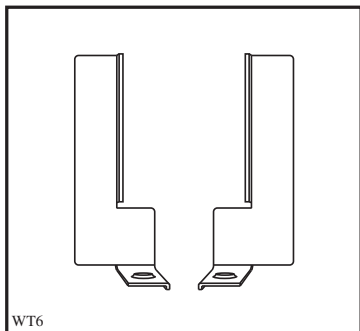

Fig 2b
- Monter les plaquettes métalliques de fixation correspondantes (fig. 2b/3b), et les fixer à l'aide des vis fournies (A+B) aussi bien sur le sèche-linge que sur bords supérieurs.